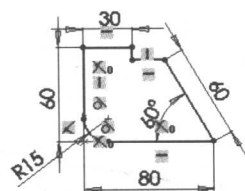

图 2-1 角铁草图
在本实例中, 将利用草图绘制工具绘制图 2-1 所示的草图。所用到的工具包括直线绘制工具和圆角绘制工具。
9. 单击确认按钮, 完成圆角的绘制。最终生成草图如图 2-1 所示, 单击保存按钮, 将文件保存为“角铁草图.sldprt”。